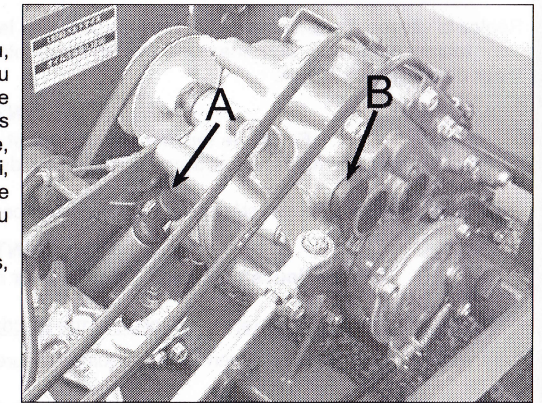
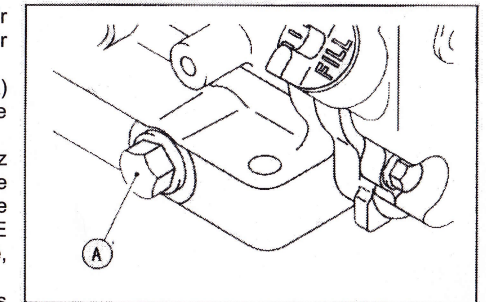

Figure 7
Figure 13
Machine arrêtée sur un sol plat et de niveau, moteur froid (ou alors moteur arrêté depuis au moins 5 minutes), tirez la jauge de niveau d'huile (figure 7, repère A). Le niveau doit être compris entre les 2 traits E et F. S'il manque de l'huile, rajoutez à l'aide de l'entonnoir et du tuyau fourni, une huile pour moteur 4 temps semi synthétique SAE 10W30, API SF, SG, ou SH. Le niveau complété, remettez la jauge.
Pour vérifier le niveau d'huile de transmission, il faut que la machine soit arrêtée sur un sol plat et de niveau. Relevez la benne à la main et placez la béquille de soutien de la benne. Goupillez la béquille. Enlevez les bouchons se trouvant chaque côté du boîtier de transmission (figures 7 et 8, repère B). Vérifiez le niveau et la propreté de l'huile. Le niveau est correct quand l'huile affleure les orifices. Rajoutez de l'huile pour boîte de vitesse 80W90 API GL4 ou 5 s'il en manque. Changez l'huile à si elle est sale (voir paragraphe « vidange de la transmission » page 18). Vérification terminée, remettez les bouchons de chaque côté de la transmission. Enlevez la béquille, remplacez la sur la benne et baissez la benne.
3. Enlevez les bouchons se trouvant chaque côté du boîtier de transmission (figures 7 et 8, repère B) afin de faciliter l'écoulement de l'huile.
2. Dévissez le bouchon de vidange (figure 13, repère A) et enlevez-le. Enlevez le bouchon de remplissage d'huile (figure 7, repère A) afin de faciliter la vidange.